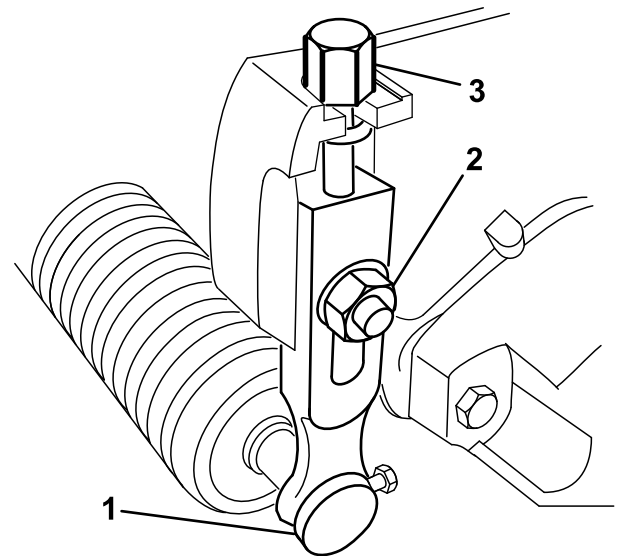

Bild 9
1. Lösen Sie die Sicherungsmuttern, mit denen die Schnitthöhenarme an den Seitenplatten der Schneideinheit befestigt sind (Bild 9).